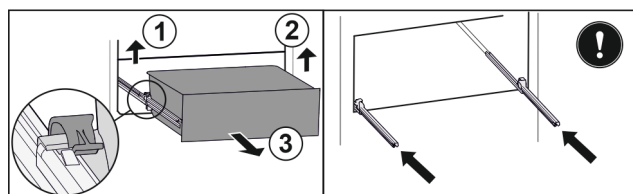

Fig. 111
- Soulever la bride gauche et tirer dans le même temps la partie gauche du tiroir vers l'avant. Fig. 111 (1)
- Soulever la bride droite et tirer dans le même temps la partie droite du tiroir vers l'avant. Fig. 111 (2)
- Retirer le tiroir par l'avant. Fig. 111 (3)